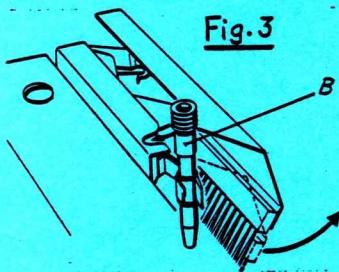

Fig.3
- b) Indroduire un VM bec-fil (B) dans le support du bec-fil au chariot selon Fig. 3. A cette fin, ouvrir le support en le tirant légèrement en avant. Il s'ouvre en tenaille.
Presser la partie centrale du bec-fil (B) dans le support selon Fig. 3.